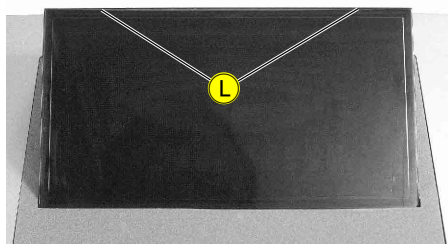

Fig. 4
- 2 Rastnasen \textcircled{L} austrasten und Displayabdeckung abnehmen (Fig. 4).
- Undo 2 catches \textcircled{L} and remove the Display cover (Fig. 4).